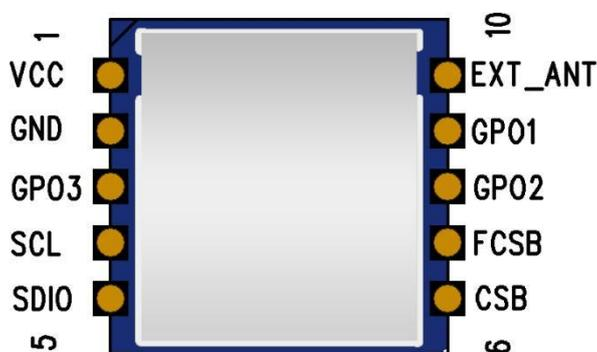

图 4. RC2300A 引脚定义图 (Top View)
- 2、允许回流焊次数：2次，基于以下回流焊(条件)(见图4)；
- 3、温度曲线：回流焊应按照下列温度曲线(见图4)；